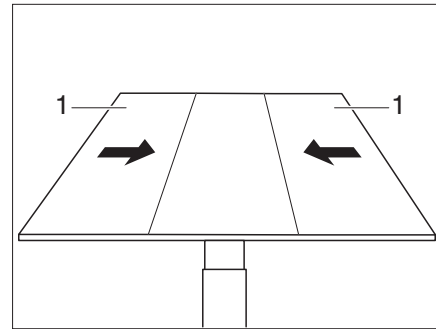

Fig. 101 Pousser les parties latérales sur la partie médiane
- Pousser les parties extérieures (Fig. 101,1) de la table sur la partie médiane.